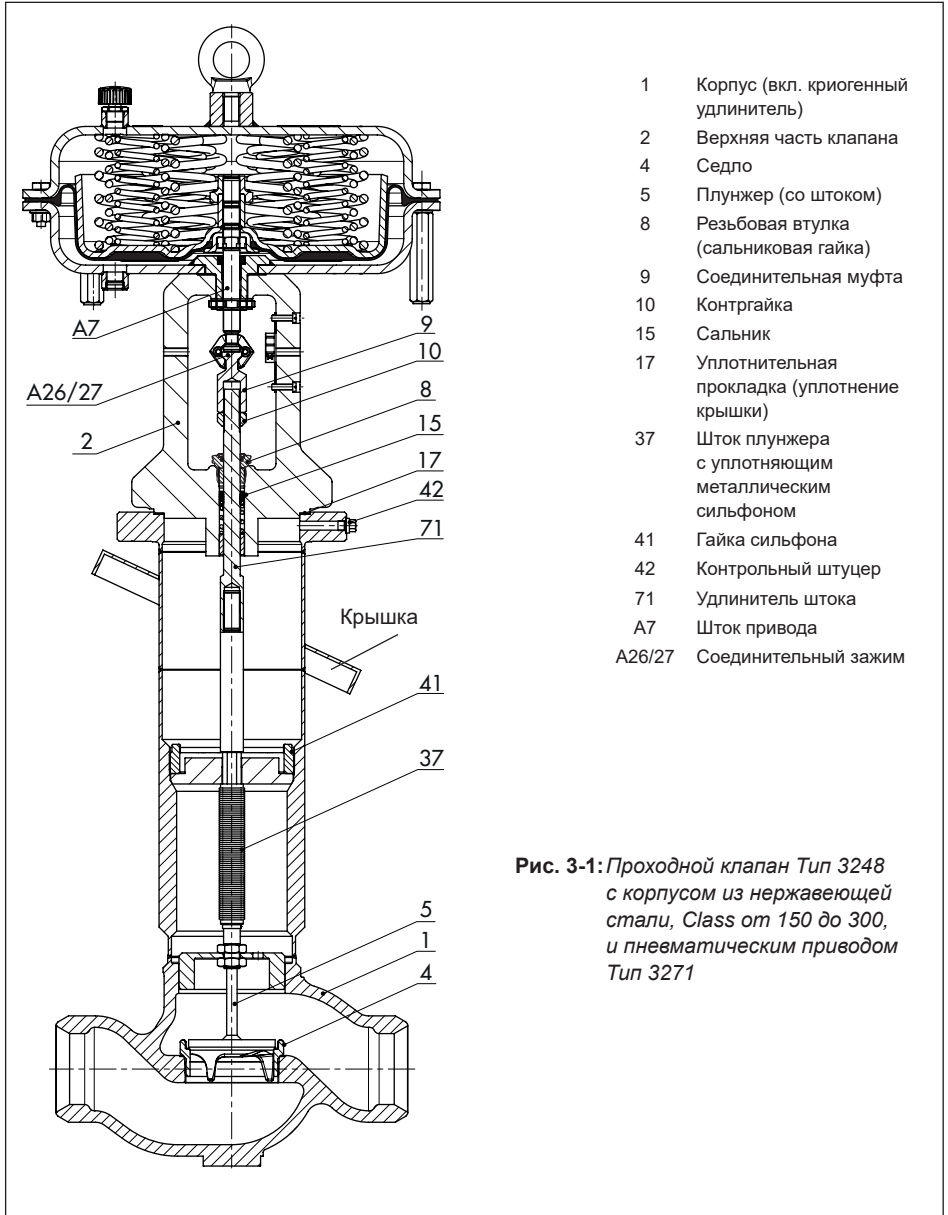
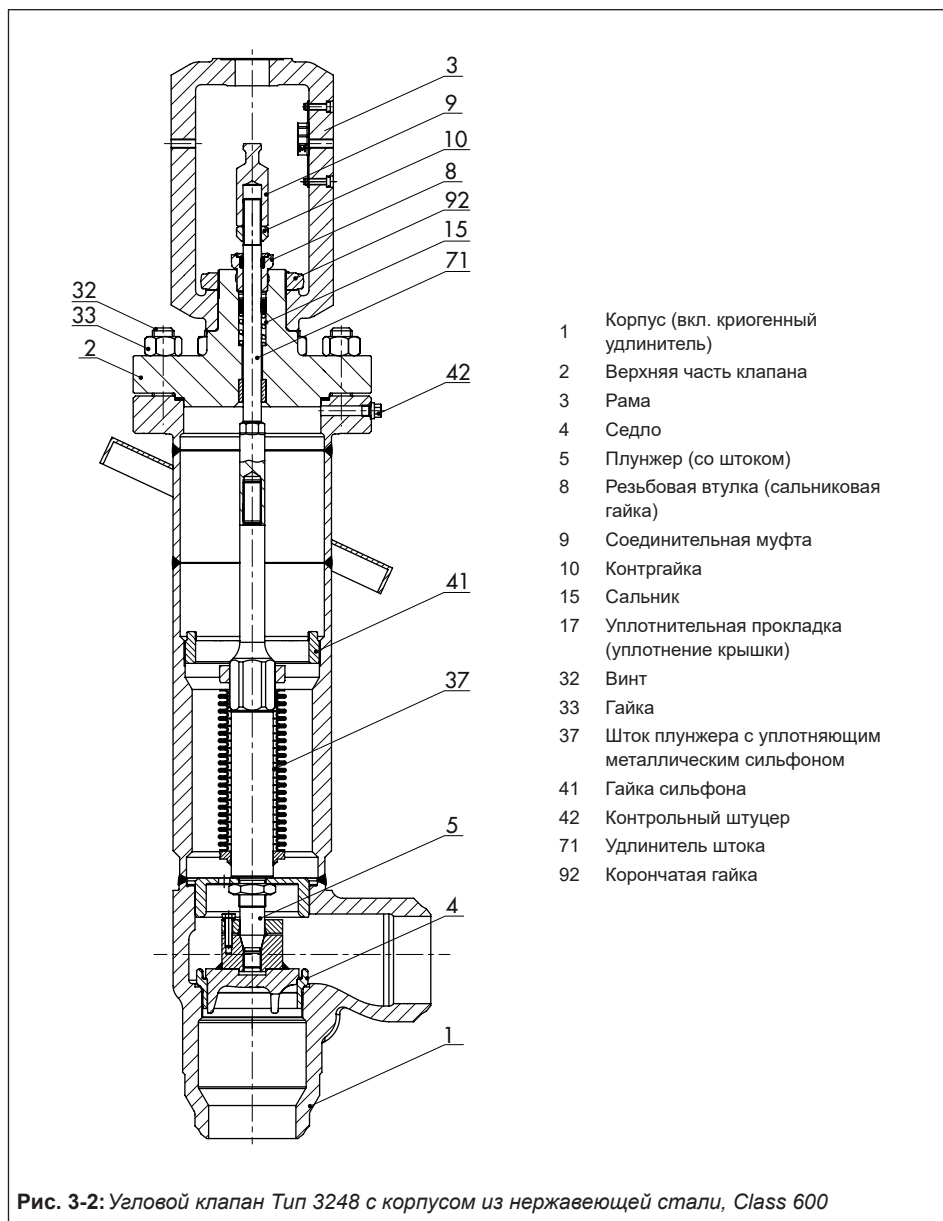

Рис. 3-1: Проходной клапан Тип 3248 с корпусом из нержавеющей стали, Class от 150 до 300, и пневматическим приводом Тип 3271
Рис. 3-2: Угловой клапан Тип 3248 с корпусом из нержавеющей стали, Class 600
- Проходной или угловой клапан с корпусом из нержавеющей стали, NPS от 1 до 6, Class от 150 до 300 (см. Рис. 3-1)
- Проходной или угловой клапан с корпусом из нержавеющей стали, NPS от 1 до 6, Class 600 (см. Рис. 3-2)
Для Class от 150 до 300 верхняя часть клапана (2) имеет исполнение с рамой (см. Рис. 3-1). В моделях Class 600 верхняя часть клапана (2) выполнена в виде промежуточной вставки. На верхней части клапана крепится рама (3) с накидной гайкой (92) (см. Рис. 3-2).